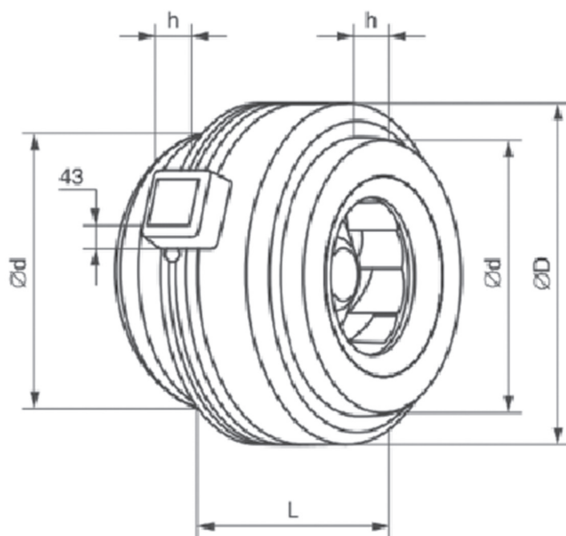

Рис. 1. Габаритные и присоединительные размеры вентиляторов ESQ BKK.
1.2.3. Устройство вентиляторов, габаритные, присоединительные и установочные размеры вентиляторов указаны на рис. 1., табл. 1.